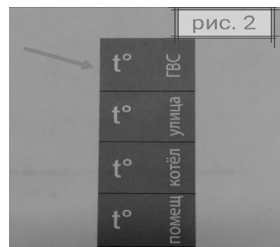

рис. 2
2. После запуска электрокотла (при наличии датчика \* ГВС, который подключается на клеммную колодку автоматики управления, клемма t ГВС рис.2)